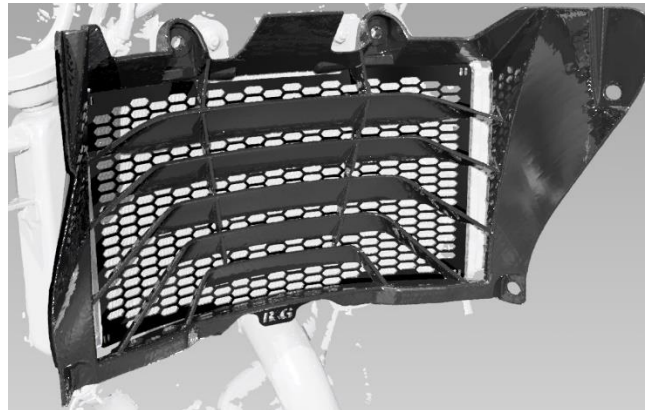

ABBILDUNG 2
- Entfernen Sie vorsichtig die innere Verkleidung / Verkleidung des Originalkühlers (in **Abbildung 2** abgebildet) - Hinweise hierzu finden Sie im Benutzerhandbuch vom Motorradhersteller, falls notwendig.